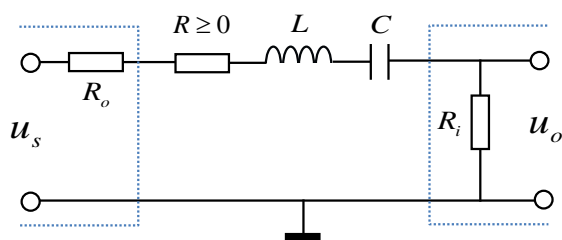

图 2 RLC 串联谐振电路
- (1) 使用基本要求中完成的正交扫频信号源，制作频率特性测试仪。
- (2) 制作一个 RLC 串联谐振电路作为被测网络，如图 2 所示，其中 R_i 和 R_o 分别为频率特性测试仪的输入阻抗和输出阻抗；制作的频率特性测试仪可对其进行线性扫频测量。
5. 参考图 2，本题被测网络电压增益取： $A_v = 20\lg \left| \frac{u_o}{\frac{1}{2}u_s} \right|$